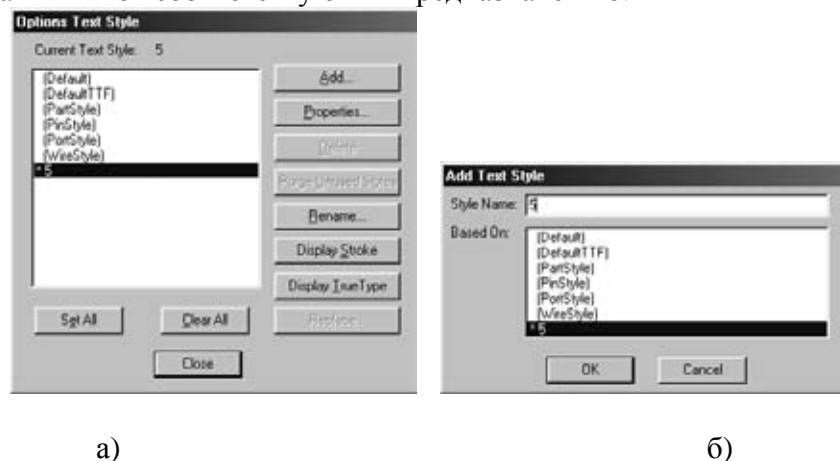

Рис. 2.2.4
- Последний пункт меню **Options – Text Style** (Тип шрифта). После щелчка по нему появляется диалоговое окно **Options Text Style** (Установка типа шрифта) (рис.2.2.4,а). В окне **Current Text Style** (Действующий тип шрифта) представлены типы, установленные по умолчанию. Названия типов соответствуют их предназначению.
Чтобы установить дополнительный шрифт, щелчком по кнопке **Add** откройте диалоговое окно **Add Text Style** (Добавление шрифта) (рис.2.2.4,б).